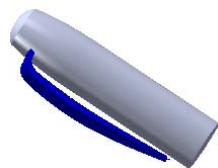

图 3.31.12 放样 1
Step11. 创建图 3.31.12 所示的零件特征——放样 1。选择下拉菜单 **插入(I)** → **凸台/基体(B)** → **放样(L)** 命令, 系统弹出“放样”对话框; 选取草图 3、草图 4、草图 5 和草图 6 作为放样 1 的轮廓; 选取草图 2 为放样引导线, 然后在“放样”对话框 **引导线(G)** 区域的 **引导线感应类型(Y):** 下拉列表选择 **到下一引线** 选项; 单击对话框中的 **✓** 按钮, 完成放样 1 的创建。